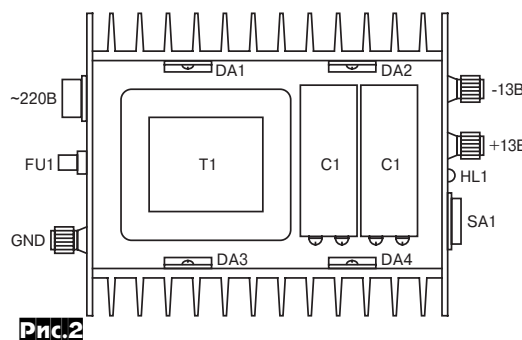

Рис.2
① «General» - общие параметры, связанные с работой программы (рис. 2).
компоновка (рис. 2): Т1 и С1 - в середине, боковые стенки - небольшие самодельные или подходящие готовые радиаторы, на которых через слюду укрепляют DA1...DA4 (по 2 шт. с каждой стороны). Мост VD1 - на задней стенке. Там же предохранитель, клемма заземления, разъем питания «~220 В». На передней панели - выключатель, светодиод, клеммы «+13 В» и «-13 В». При желании можно установить малогабаритный прибор, измеряющий напряжение или ток выхода (или то и другое через переключатель). Нижняя и верхняя крышки должны иметь отверстия для вентиляции. На нижней крышке укрепляют небольшие ножки - можно применить колпачки от тубиков.